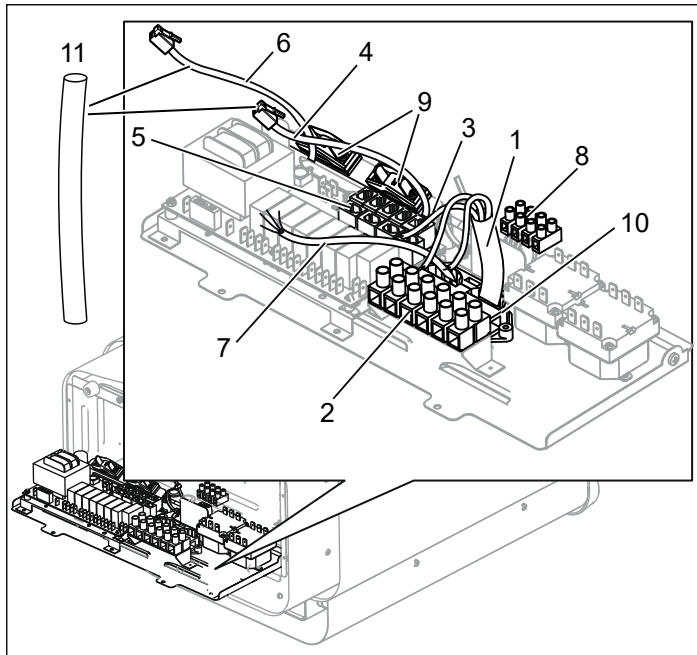
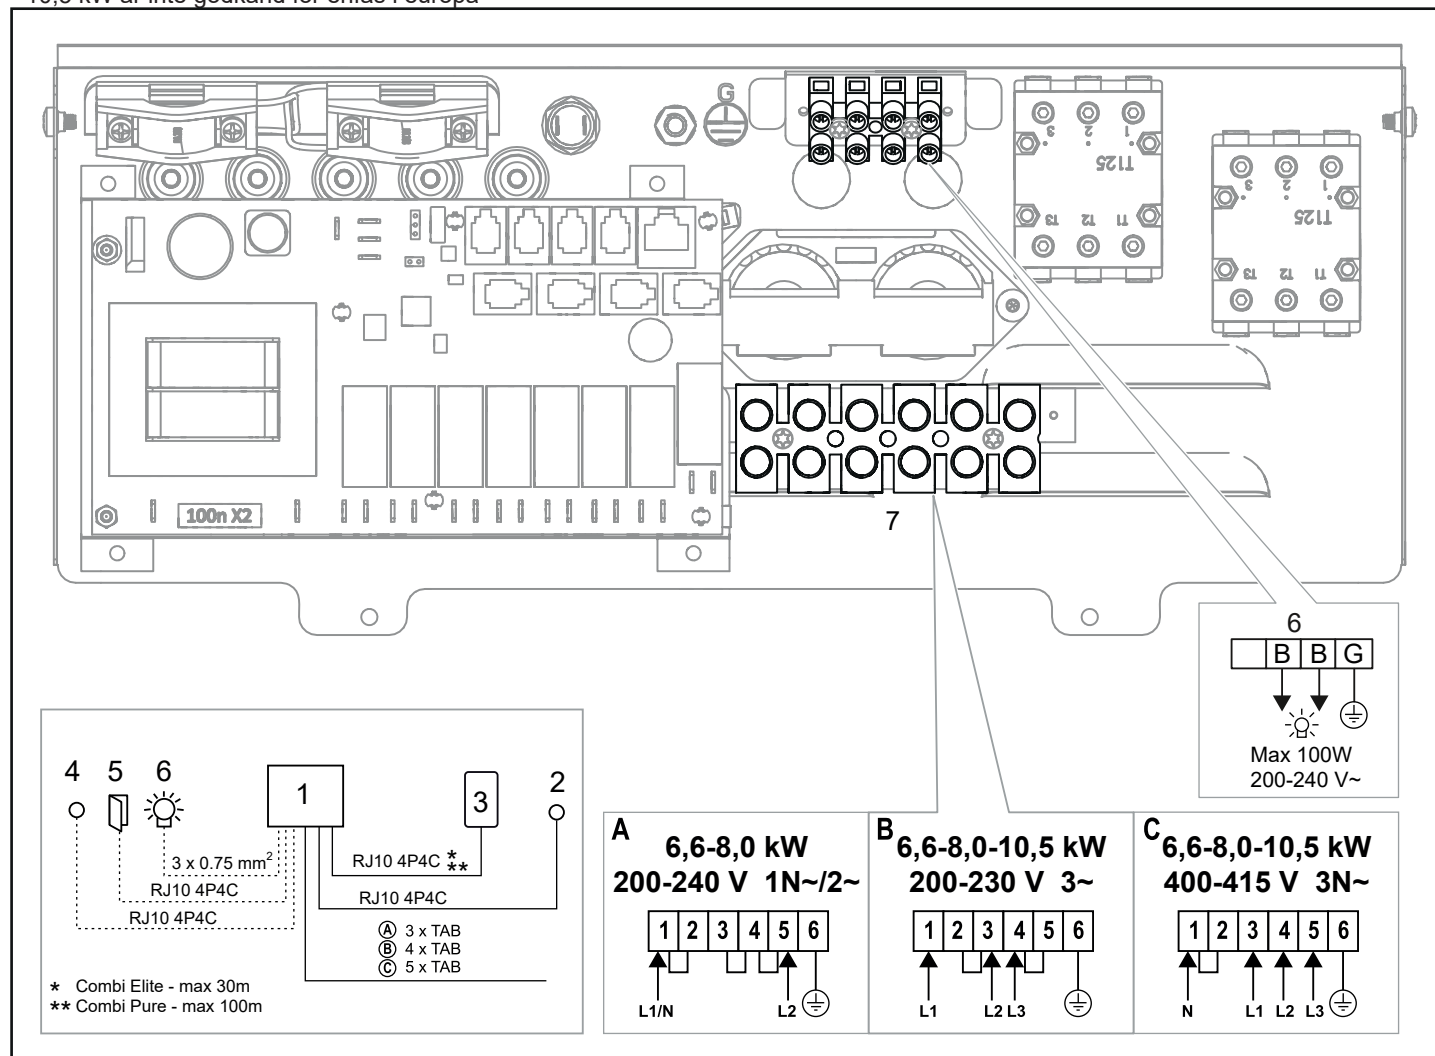
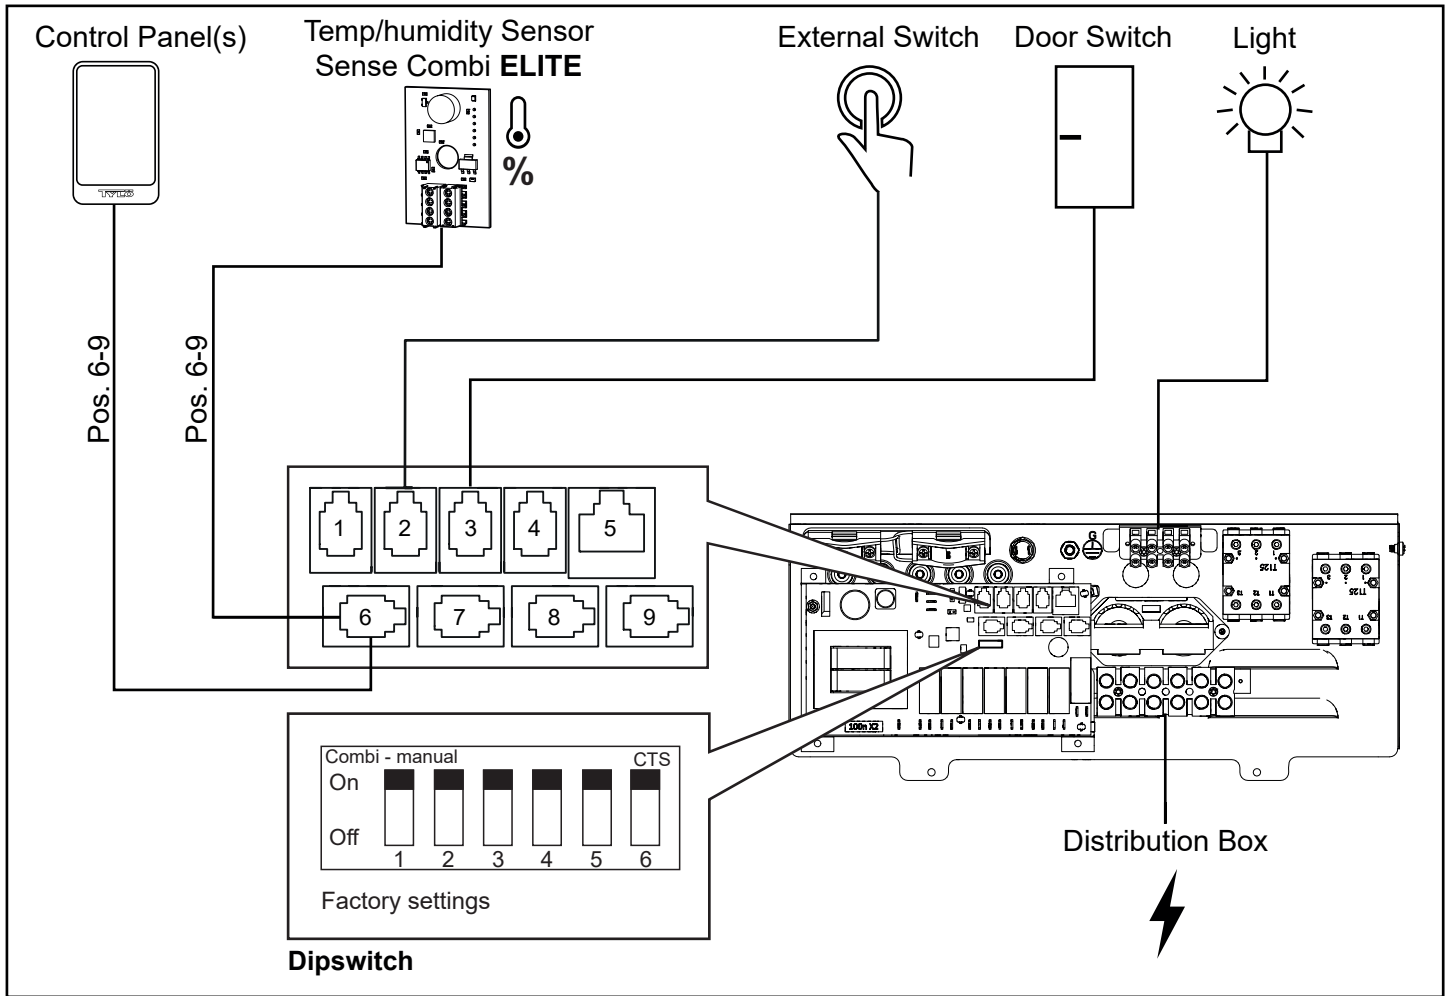

Fig 10: Kretskortet
Fig 17: Kopplingschema
Fig. 19. Schematisk installation Sense Combi Elite
4. Anslut elkabeln (se Fig 10) enligt kopplingschema (se Fig 17).
5. Dra kablar för manöverpanel och temperatursensor genom kabelgenomföringarna (se Fig 10). Anslut manöverpanelens kabel i en av de fyra RS485-kontakterna (position 6-9) (se Fig 19, 20).
- Combi Elite:** Anslut fukt- och tempsensorns kabel i en av de fyra RS485-kontakterna (position 6-9) (se Fig 19).
7. Anslut eventuell kabel till belysning (se Fig 10), enligt kopplingschema (se Fig 17).
Vid inkoppling till spänningar eller fas-tal, som inte anges i kopplingschema Fig 17, kontakta Tylö kundservice.